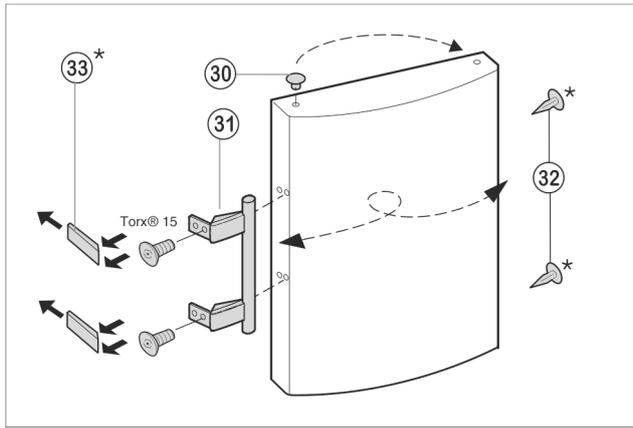

Fig. 8
- ▶ Desenroscar el tapón Fig. 8 (30), del apoyo de la puerta y cambiarlo de lugar.
- ▶ Desmontar el tirador Fig. 8 (31), el tapón Fig. 8 (32) y las placas de empuje Fig. 8 (33), y colocarlos en el lado opuesto.